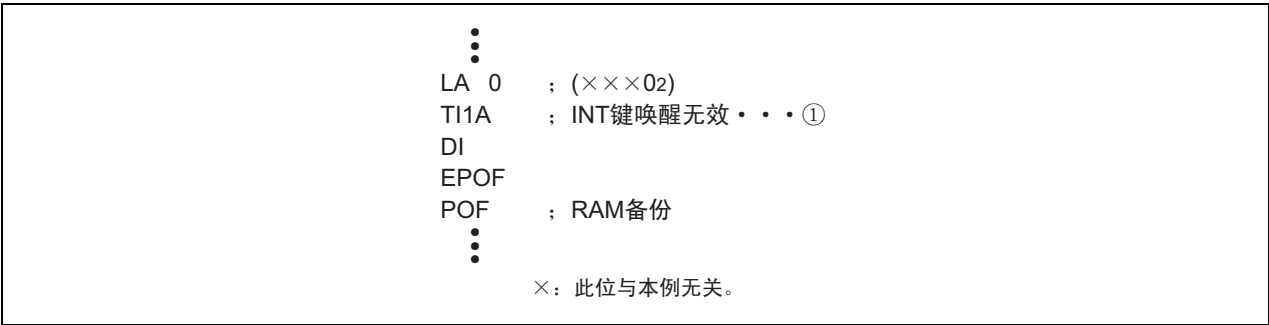

图 DD-7 外部 0 的中断程序例 2
- 在禁止 INT 引脚输入时 (寄存器 I13=“0”)，必须在转移到 RAM 备份模式前将 INT 引脚的键唤醒设定为无效 (寄存器 L10=“0”) (图 DD-7①)。